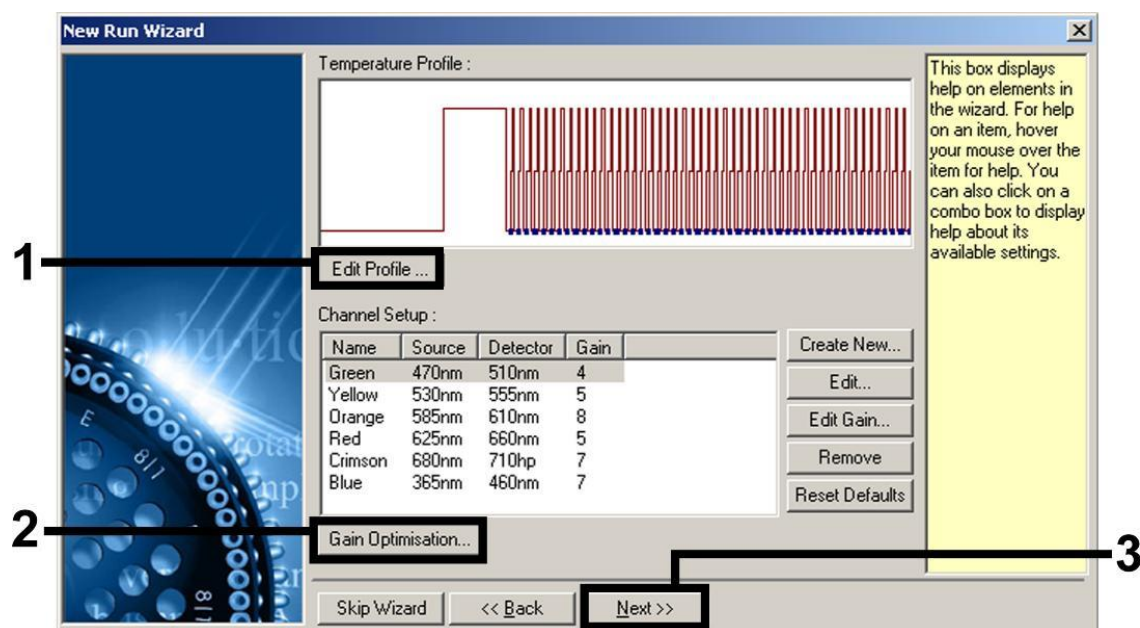

Fig. 5. Editar o perfil.
8. Clique no botão “Edit Profile” (“Editar perfil”) na caixa de diálogo “New Run Wizard” seguinte (fig. 5) e programe o perfil de temperatura, tal como ilustrado nas figuras 6–7.